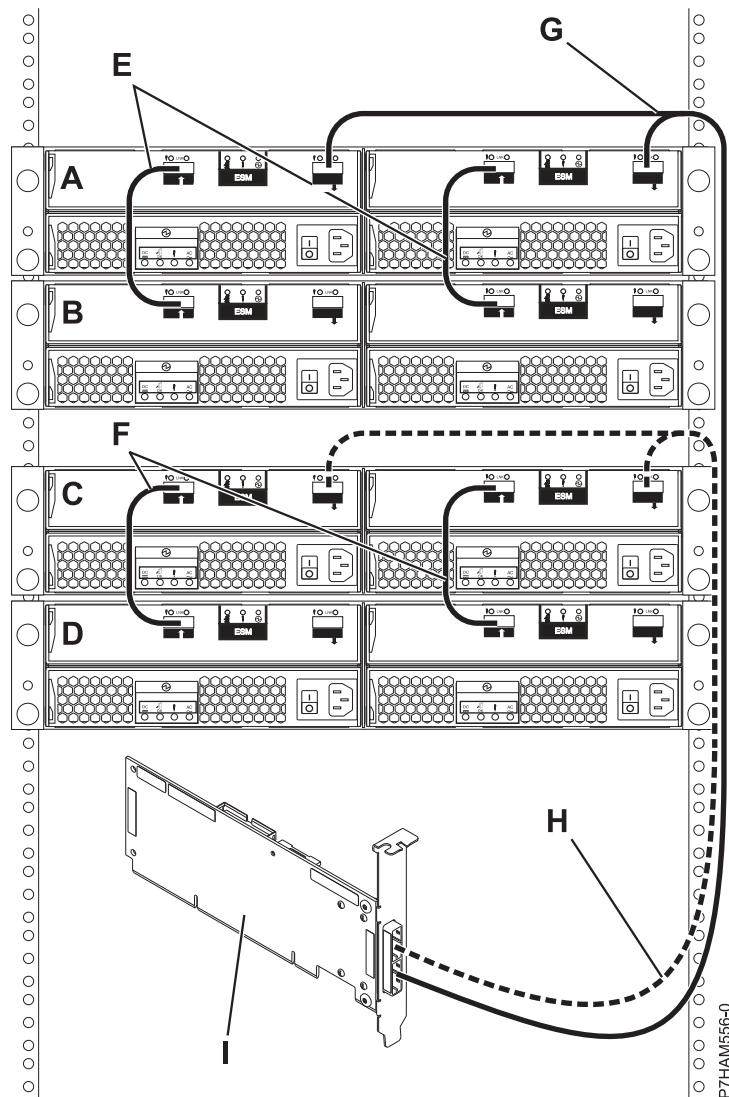

図 30. YO ケーブルを使用した単一 SAS アダプターへの 2 台の 5886 ディスク・ドライブ・エンクロージャーの接続
6. 78 ページの図 30 に示すように、YO ケーブル (G および H) を使用した単一 SAS アダプター (I) への 2 台の 5886 ディスク・ドライブ・エンクロージャー (A および C) の接続を行い、それぞれのエンクロージャーが EE ケーブル (E および F) を使用してもう 1 台の 5886 ディスク・ドライブ・エンクロージャー (B および D) に接続できるようにします。